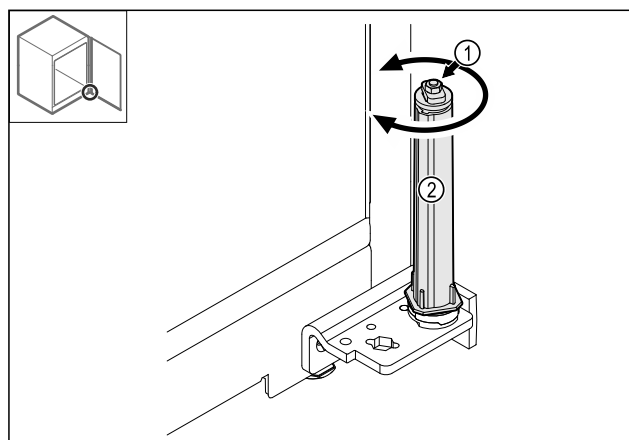

Fig. 41
- Ne pas démonter le raccord vissé Fig. 41 (1) du système de fermeture.
- Faire tourner le système de fermeture Fig. 41 (2) jusqu'à entendre un clic.